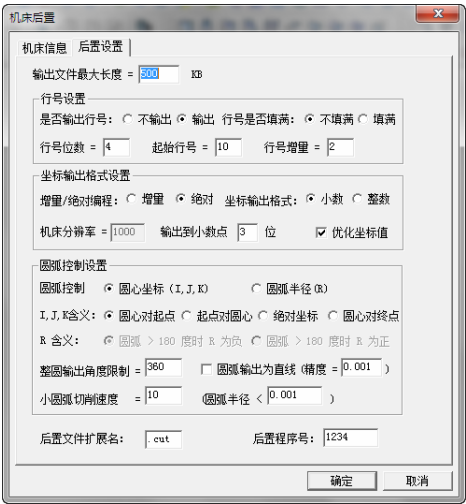

图 8-148 “后置设置”对话框
- 2) 选择“后置设置”选项卡，根据当前的机床，设置各参数，如图 8-148 所示。